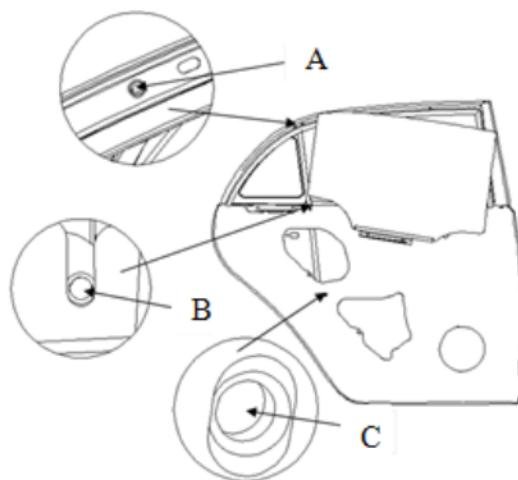

图 1-2 后门玻璃更换示意图
4) 卸下图 1-2 后门玻璃更换示意图上所示后门后玻璃后导轨的紧固件 A、B 和 C，小心的将玻璃活动导轨拿出，必要时可以将窗框段的玻璃泥槽全部扯下，取下三角窗玻璃以免损坏。